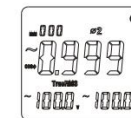

Figura 10-2
- Așa cum se arată în Figura 10-2, apăsați tasta SELECT pentru a selecta locația celei de-a doua faze atunci când adoptați un sistem trifazat cu patru fire pentru sarcină, astfel încât să se afișeze puterea activă, tensiunea și curentul locației fazei 2.
- Apăsați tasta SELECT pentru a selecta locația celei de-a treia faze, respectiv 3, pentru sarcina sistemului trifazat cu patru fire. De asemenea, poate afișa factorul de putere (cos(φ)), tensiunea (V) și curentul (A) pentru locația fazei 3.